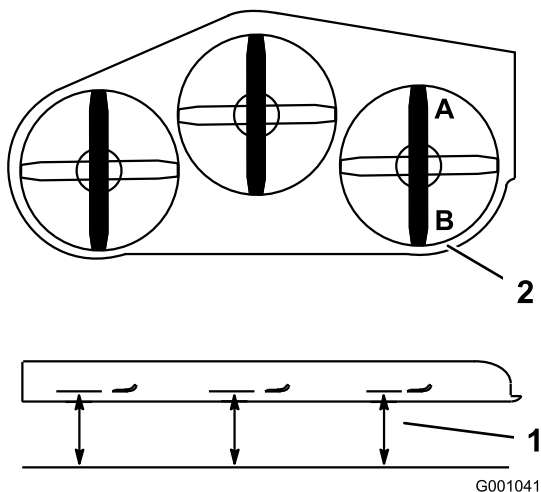

Figure 83
- Tournez la lame droite dans le sens longitudinal (Figure 83).
- Mesurez la distance au point A entre la surface plane et le tranchant de la pointe de la lame droite (Figure 83).
- Mesurez la distance au point B entre la surface plane et le tranchant de la pointe de la lame droite (Figure 83).
- La lame doit être plus basse de 6 à 10 mm (1/4 à 3/8 po) au point A qu'au point B (Figure 83). Si ce n'est pas le cas, passez aux opérations suivantes.